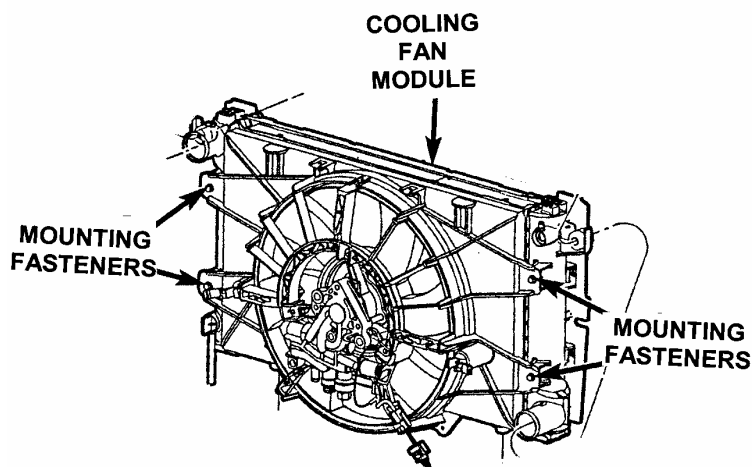

Figure 4
20. Remove the cooling fan module (Figure 4).
77. Install the cooling fan module (Figure 4).